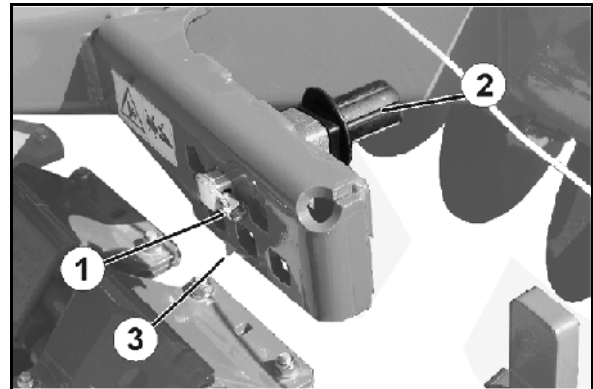

Bild 38
Därför är maskinen försedd med 6 stycken bulthål (Bild 38).
3. Lossa låssprintarna (Bild 38/1).
4. Sätt i excenterbultarna (Bild 38/2) i önskat hål.
- Det förvalda hålet är markerat med en pil (Bild 38/3).